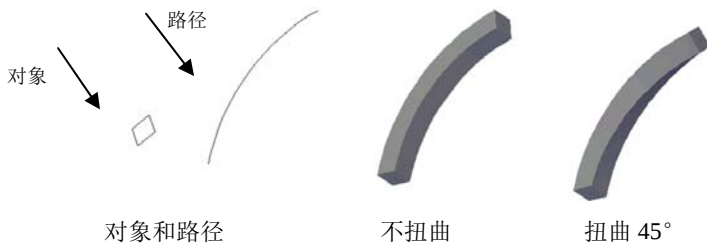

图 10-15 扭曲扫掠
其中 “倾斜 (B)” 选项指定被扫掠的曲线是否沿三维扫掠路径 (三维多线段、三维样条曲线或螺旋线) 自然倾斜 (旋转)。如图 10-15 所示为扭曲扫掠示意图。